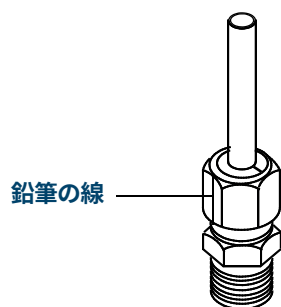

図 18. フィッティングのマーキング
- 7 鉛筆でナットに線を引きます。図 18 を参照してください。